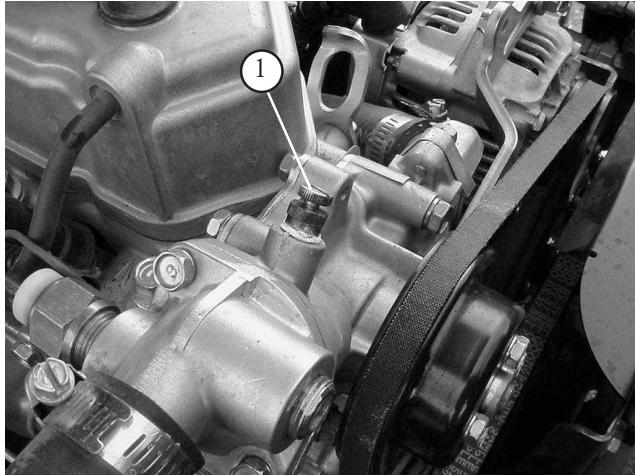

図 50
6. 水ポンプについているエア抜きネジ (図50) を開く。